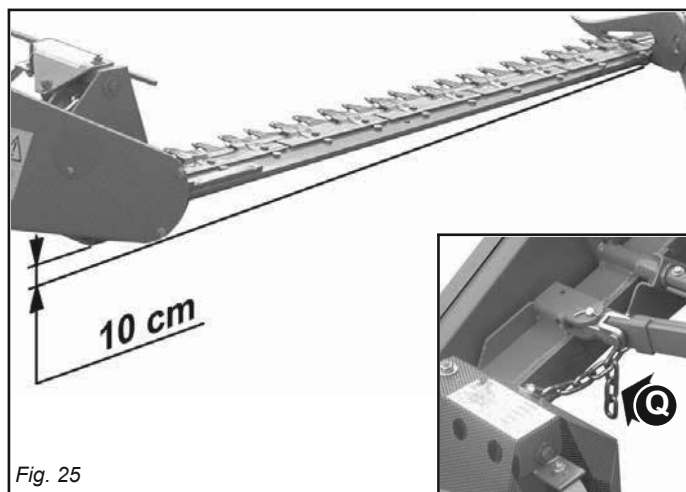

Fig. 25
- Regolare l'altezza della barra falciante dal suolo, spostando gli anelli della catena (Q, Fig. 25).
Abbassare la falciatrice, quando la punta esterna della barra tocca il terreno, la scarpa interna deve rimanere sollevata di circa 10 cm (Fig. 25).
Per un buon funzionamento della falciatrice, si consiglia di fissare la catena (Q, Fig. 25) al bilanciante (P, Fig. 24), lasciando liberi gli ultimi anelli della catena.
- Per lavorare su superfici non parallele al piano del trattore, inclinare la barra mediante opportuna regolazione delle catene di sollevamento (N, Fig. 24) e (Q, Fig. 25) e togliere l'andana della scarpa esterna.